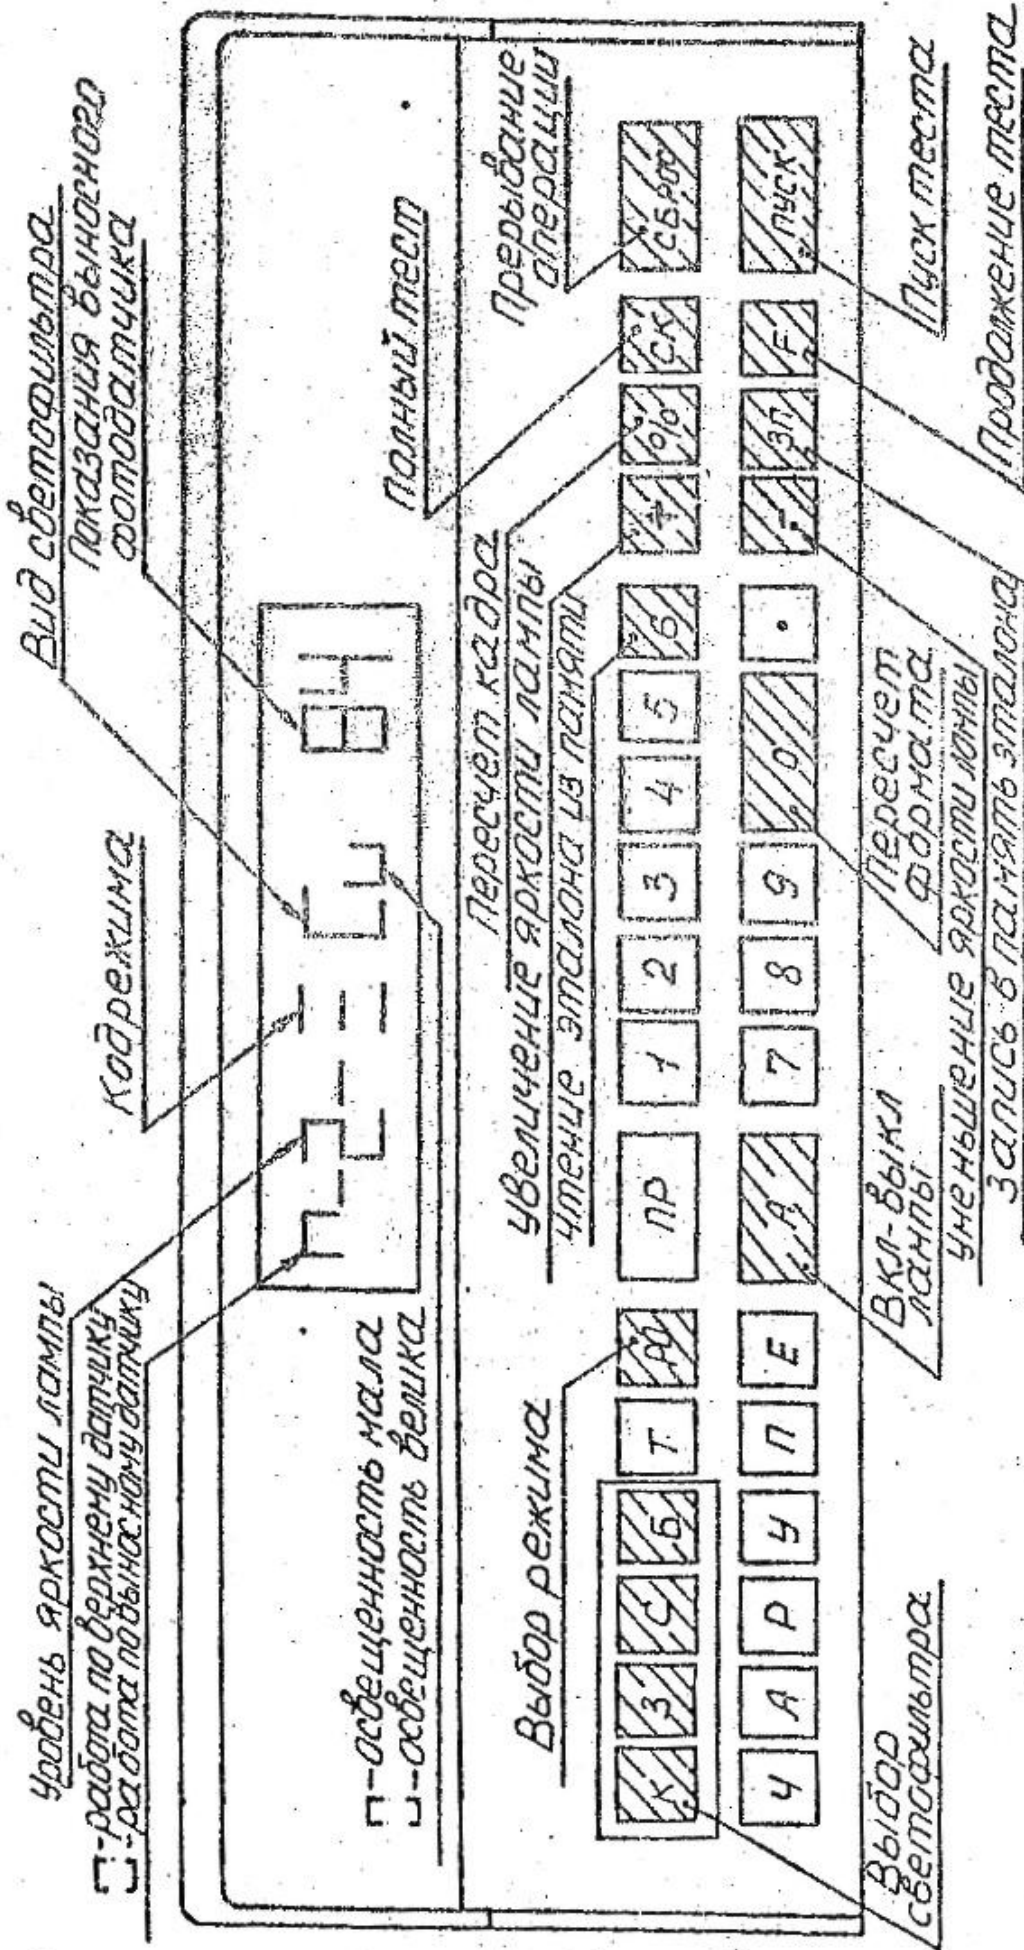

Рис.6
1) нажать клавишу Р0 (индикация в соответствии с рис.6).
4) уровень яркости отображается на индикаторе в позиции, показанной на рис.6;